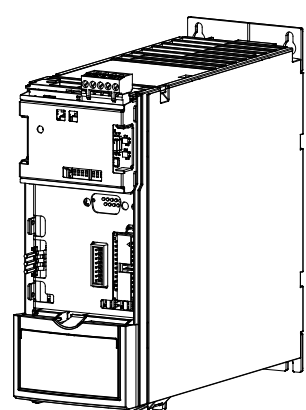

Abbildung 3.3 Obere Kabeleinführung: Option mit nach obenweisendem Stecker montiert
4. Montieren Sie die Feldbus-Option. Montieren Sie die Option an der oberen Kabeleinführung mit nach obenweisendem Stecker (siehe *Abbildung 3.3*) bzw. an der unteren Kabeleinführung mit nach untenweisendem Stecker (siehe *Abbildung 3.4*). Wenn eine MCB-Option installiert ist, ist nur eine obere Kabeleinführung möglich.